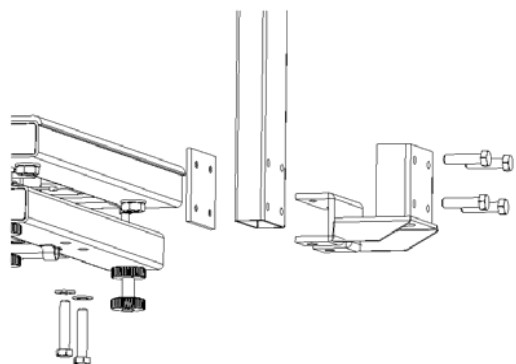

Рис. 9. Схема присоединения стойки к основанию весов
- Сориентировать стойку перпендикулярно к основанию весов с задней стороны основания, состыковать крепление стойки и основания и зафиксировать их болтами согласно рис. 9.